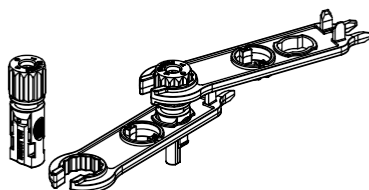

Imagen 5.5 Conector con tuerca ciega atornillada
c) Inserte el pin de contacto en la parte superior del conector y apriete completamente la tuerca de sombrerete en la parte superior del conector, como se muestra en la imagen 5.5.